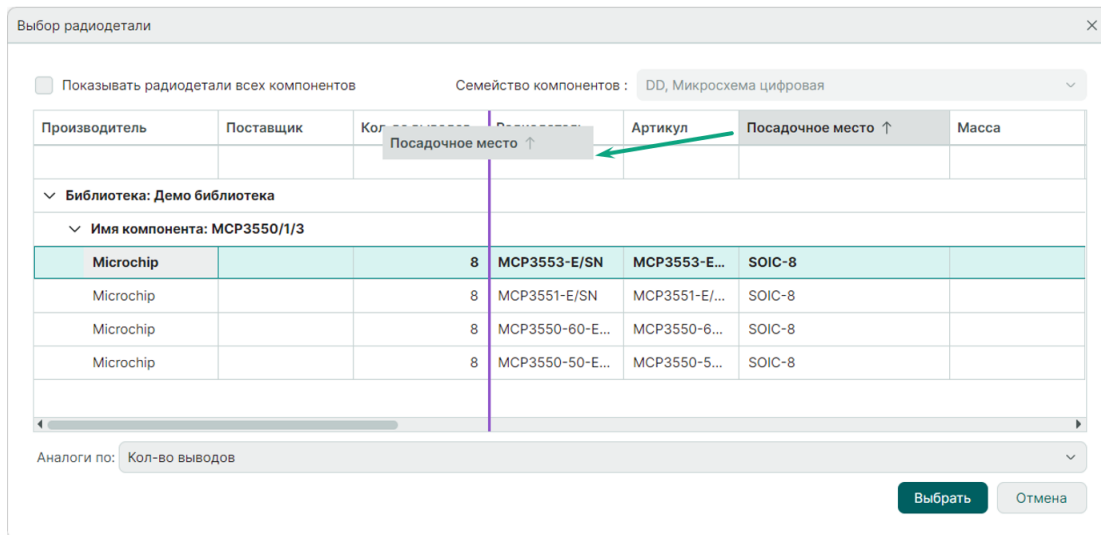

Рис. 96 Перемещение столбцов
1. Перемещение столбцов внутри таблицы возможно выполнить с помощью механизма «drag-and-drop». Для перемещения столбца зажмите его заголовок левой кнопкой мыши и переместите в нужное место. Возможное место расположения будет обозначено линией фиолетового цвета, см. Рис. 96.